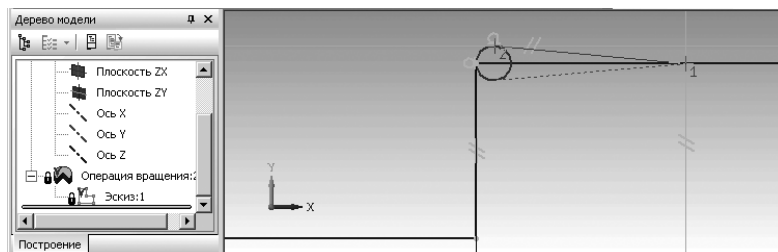

Рис. 2.67. Главное окно системы в процессе построения касательных отрезков через внешнюю точку
- щелкните в точке пересечения второй (вертикальной) вспомогательной прямой с линией правой ступени вала, когда появится подсказка **Пересечение**. Появятся две касательные линии к выделенной окружности. Это состояние системы, показано на рис. 2.67.